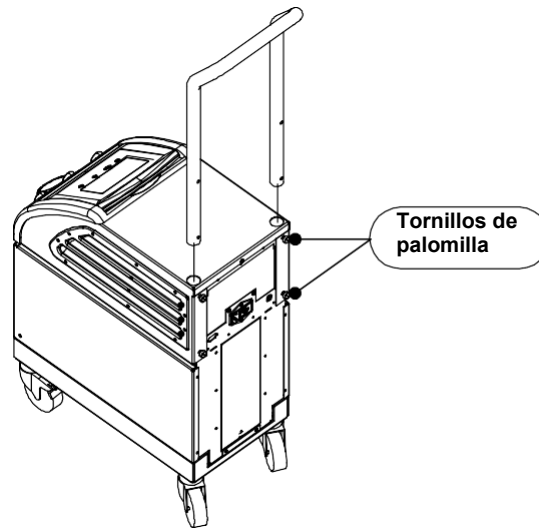

Figura 12: Conjunto de asa
El asa es extraíble y se afianza con cuatro tornillos de palomilla en la parte posterior del dispositivo. (consulte la Figura 12).
- 1.2. Coloque los dos extremos del asa en los orificios en la cubierta superior (preste atención a la dirección de la curva en el asa), hasta que el asa esté completamente insertada (consulte la Figura 12).